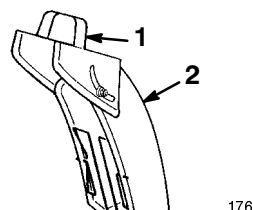

Figure 15
- **Poignée du déflecteur** (Fig. 15)—Déplacez la poignée du déflecteur vers l'avant pour rejeter la neige plus bas ou vers l'arrière pour la rejeter plus haut.